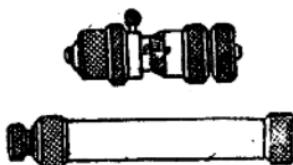
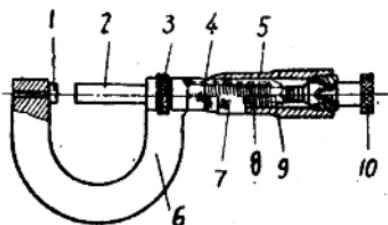

图 5 內徑千分尺
图 6
**第4条 內外徑千分卡尺（分厘卡，內徑測微量柱，如图5，图6所示）：**检查外徑千分卡时，先把砧座与螺杆的两頂端測量面貼靠，觀察手柄外套管上的刻度零線和